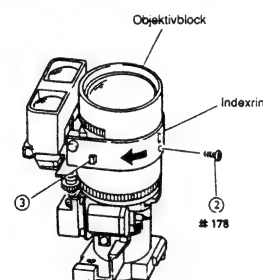
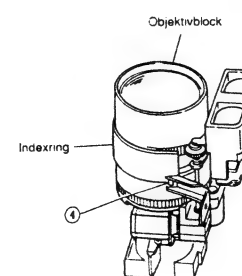

Abb. 2-106
Abb. 2-107
- 1) Den Zoom-Ring auf das Tele-Ende stellen und den Fokussiering auf unendlich (∞) drehen (siehe Abb. 2-106).
- 2) Eine (1) Befestigungsschraube des Indexrings entfernen.
- 3) Den Indexring in Richtung des Pfeiles drehen und eine (1) Lasche freigeben.
- 4) Eine (1) Lasche freigeben, mit welcher der Indexring befestigt ist (siehe Abb. 2-107).